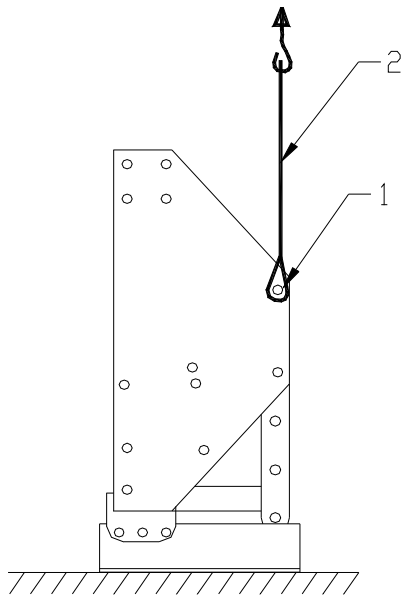

Fig. 1.
La machine est livrée sur une palette. Pour installer la machine derrière un tracteur, procédez comme suit (voir fig. 1, 2, 3, 4, 5 et 6).
2. Attachez solidement une élingue 2 d'environ 2,5 mètres (8') avec les manilles D dans les trous 1 de chaque côté de la machine comme illustré dans la Fig. 1
@ La position des lames sur le rotor et la position du rotor sur le châssis principal sont fondamentales pour pouvoir réaliser le travail dans de bonnes conditions. Contrôlez donc bien ces positions en vous guidant avec les figures 1 à 6 du Chapitre 12.